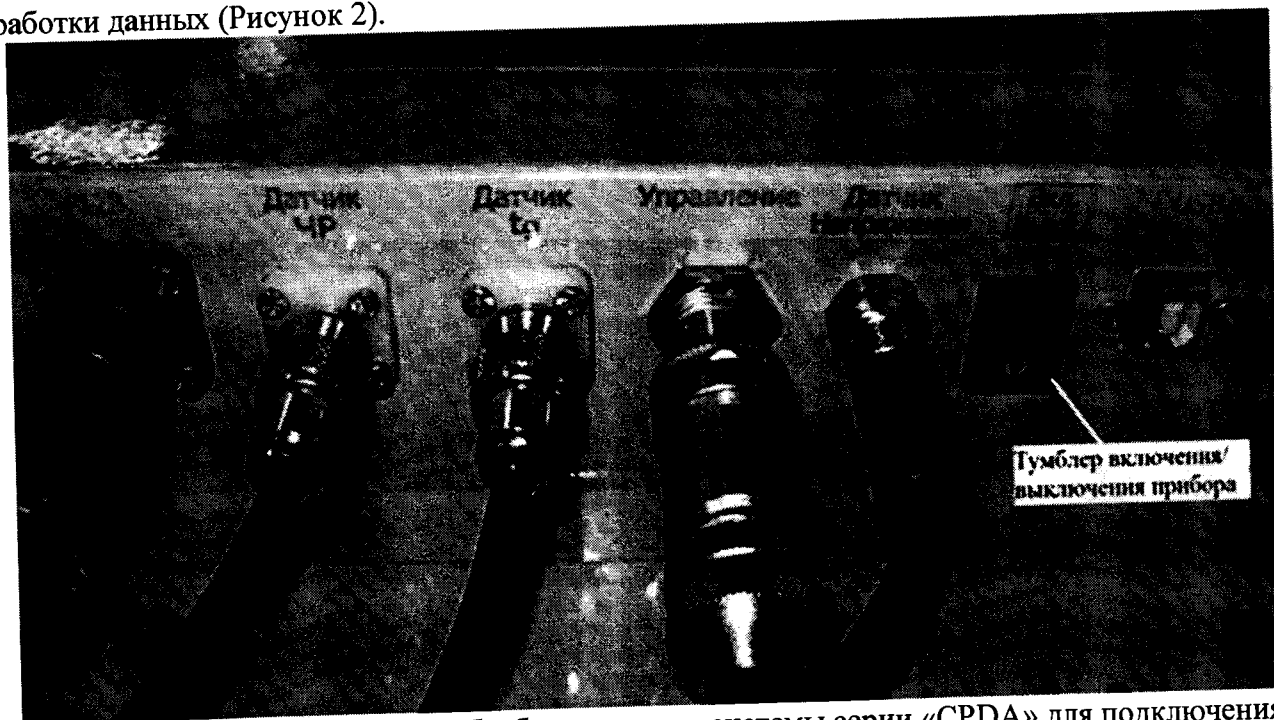

Рисунок 2 – Разъемы на блоке обработки данных системы серии «CPDA» для подключения внешних цепей
7.2.2 Включить систему, для этого использовать выключатель на корпусе блока обработки данных (Рисунок 2).
7.3.1 Включить систему, для этого использовать выключатель на корпусе блока обработки (см. Рисунок 2).
7.4.6 Включить систему, для этого использовать выключатель на корпусе блока обработки данных (см. Рисунок 2).